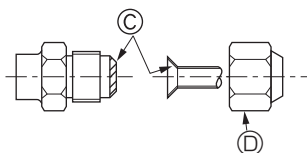

Fig. 4-5
① (Fig. 4-5)
4.4. Tubos de conexión (Fig. 4-4) (Fig. 4-5)
[Fig. 4-5]